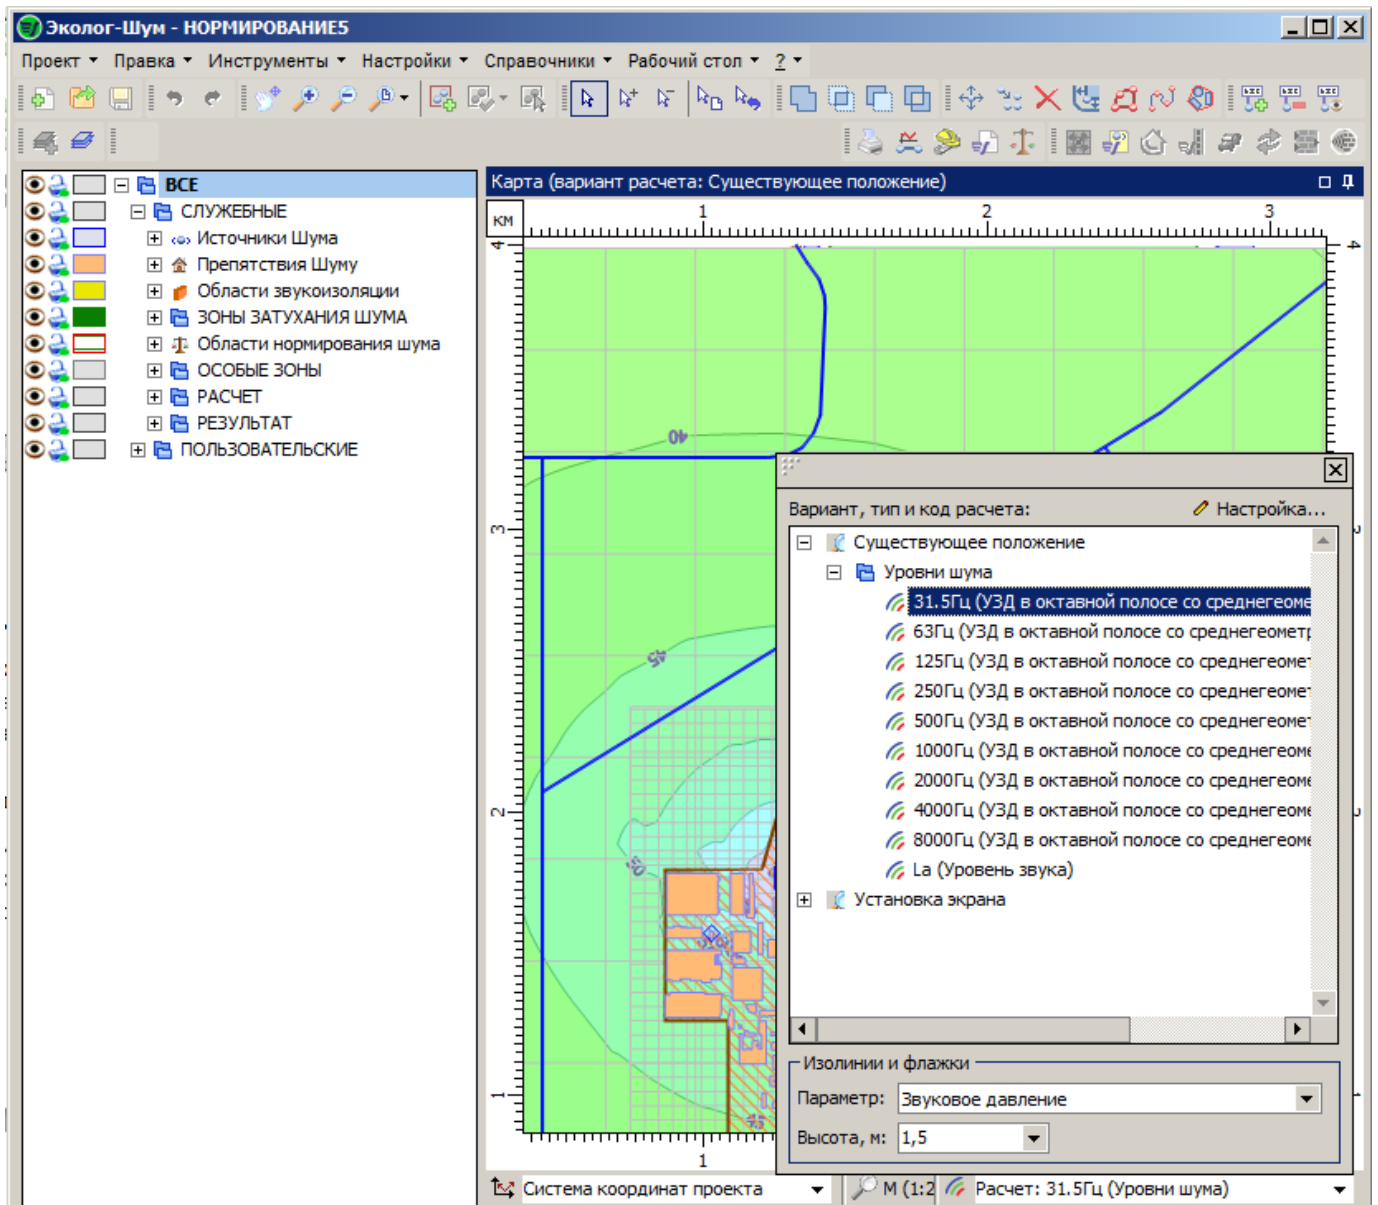

Рисунок 56. Просмотр результата расчета шума
- Выбрать частоту, для которой необходимо посмотреть результаты расчета (подробнее см. п. 3.1, Рисунок 56)
По окончании расчета шума заполняется диалог выбора расчетных данных, находящийся на экране справа под картой. Данный диалог позволяет указать, какие расчетные данные должны быть отображены (Рисунок 56):
Результаты расчета отображаются (Рисунок 56):